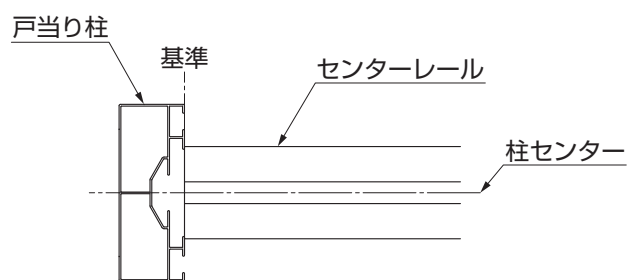

図11-2
①片開き仕様の場合は、戸当り柱を基準にして、柱センターに「センターレール」設置してください。(図11-2参照)
(2) 両開きの場合